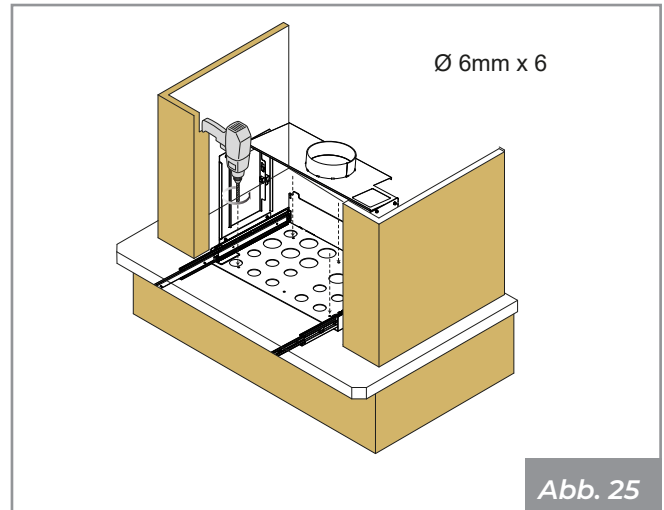

Abb. 25
- Die Basis auf den Kaminsockel legen (1), 4 Löcher mit  $\varnothing 6$  zur Befestigung anreißen und bohren (2) - den Sockel als Schablone benutzen - danach mit einem 6-mm-Bohrer bohren (**Abb. 25**)